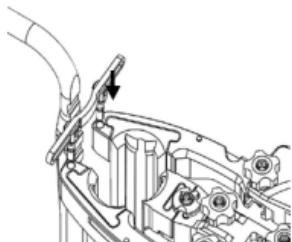

Abbildung 19
- Sobald sie sich in der gewünschten Position befindet, fügen Sie die **zusätzliche 4. Klingenquerstange** (ML-0901) in die Schlitze an der distalen Spitze des **Retraktorrahmens** ein (Abbildung 19).